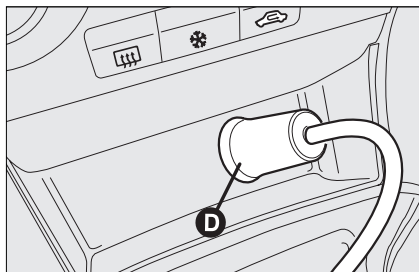
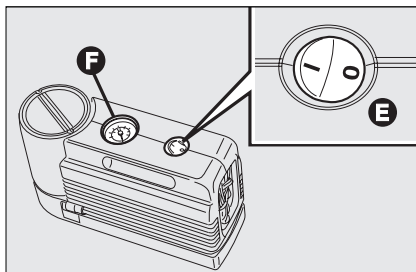

Рис. 14
Рис. 15
Рис. 15 а
□ удостоверьтесь, что выключатель компрессора **Е, рис. 15** установлен в положение "0" (выключено), запустите двигатель автомобиля и вставьте штекер **Д, рис. 14** в гнездо прикуривателя. Затем включите компрессор **Е, рис. 15** - установив выключатель в положение "I" (включено), и доведите давление в шинах до величины, указанной в параграфе "Давление в холодной шине" главы "Технические характеристики". Проверьте давление в шине, измеряемое манометром **Ф, рис. 15**, для повышения точности измерения выключите компрессор;